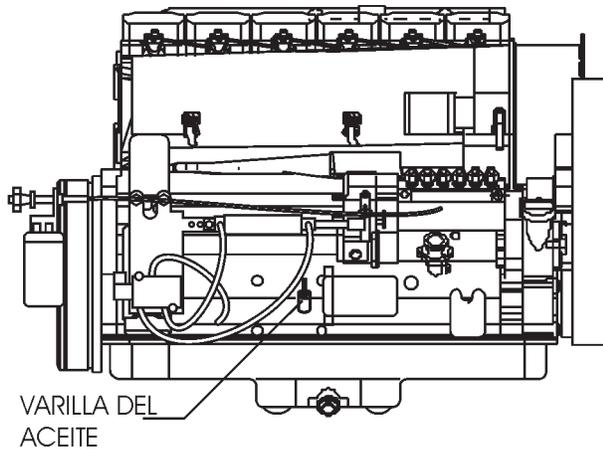

Figura 11. Varilla medidora del aceite del motor
- Retire la varilla medidora del aceite de su base (Figura 11).